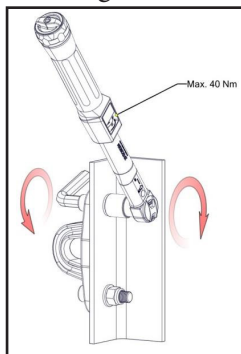

Fig. 6
* Para pernos de acero inoxidable (A2) y acero resistente a los ácidos (A4) – clase de resistencia no inferior a 70. Los pernos deben apretarse con una llave dinamométrica aplicando un par no superior a 40 Nm. Aumentando el torque puede dañar la estructura de aluminio del punto de anclaje PAF 150 o romperlo en caso de desnivel de superficie de contacto (Fig.6).
The bolts must be tightened with a torque wrench applying a torque not exceeding 40 Nm. Increasing the torque can damage the aluminum structure of the PAF 150 anchor point or break it in case of unevenness of contact surface (Fig.6).